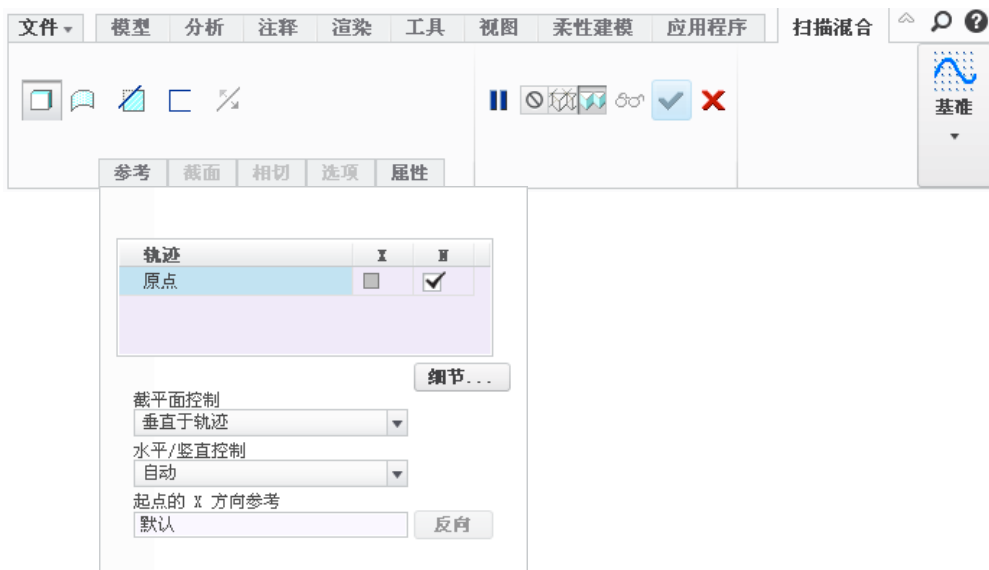

图 4.3.17 “扫描混合”操控板
Step2. 在模型树中选择  扫描混合 1, 右击, 从弹出的快捷菜单中选择 编辑定义 命令。系统弹出图 4.3.17 所示的“扫描混合”操控板。